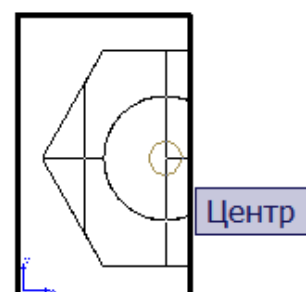

Рис.5.19
- d) на запрос второй точки секущей плоскости щёлкнуть точку в центре основания с помощью привязки **Центр (Center)** (рис.5.19);